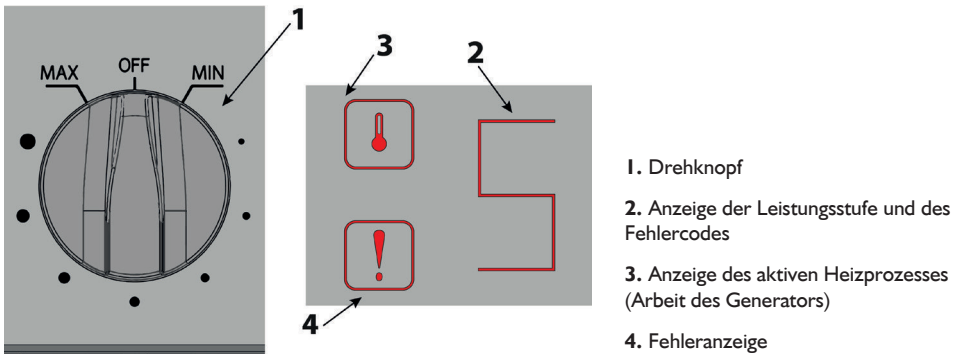

Bild 8. Steuerungselemente des Gerätes
- Vor dem Beginn der Arbeit den Drehknopf (Bild 8, Pos. 1) auf die Position „OFF“ einstellen.
- Den Drehknopf im Uhrzeigersinn drehen und die erwünschte Leistung einstellen (Position „MIN“ – Wert „1“ die Minimalleistung des Gerätes, Position „MAX“ – Wert „9“ Maximalleistung). Die Stufe der eingestellten Leistung wird kontinuierlich durch die Anzeige (Bild 8, Pos.2) der gegebenen Heizzone angegeben, die sich auf der Glas-Keramik-Platte befindet. Es wird das Anzeigelämpchen angehen, das die Erhitzung – den Betrieb des Generators signalisiert (Bild 8, Pos.3)
- Die während des Betriebes verbrauchte Wärme wird zur Glaskeramik-Platte geleitet. Nach dem Beenden der Arbeit und der Einstellung des Drehknopfes auf die ausgeschaltete Position „OFF“ erscheint auf der Anzeige (Bild 8, Pos.2) der Buchstabe „H“, was bedeutet, dass die Temperatur der Glaskeramik hoch ist und dass man sie nicht anfassen soll, da sonst Verbrennungsgefahr besteht. Dieses Symbol wird solange angezeigt bis die Ventilatoren die Platte bis zu einer ungefährlichen Stufe herabgekühlt haben.